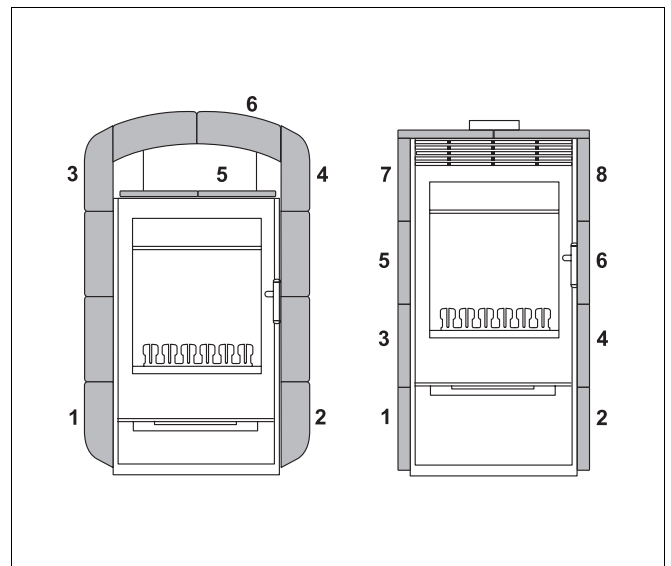

Abb. 10 Positionen der Kacheln (links blueline 1 und rechts blueline 2)
- Beim Einhängen mit Kachel Nummer 1 beginnen (Abb. 10).
- Kacheln in der Reihenfolge der Nummerierung in die Langlochöffnungen einhängen (Abb. 10).